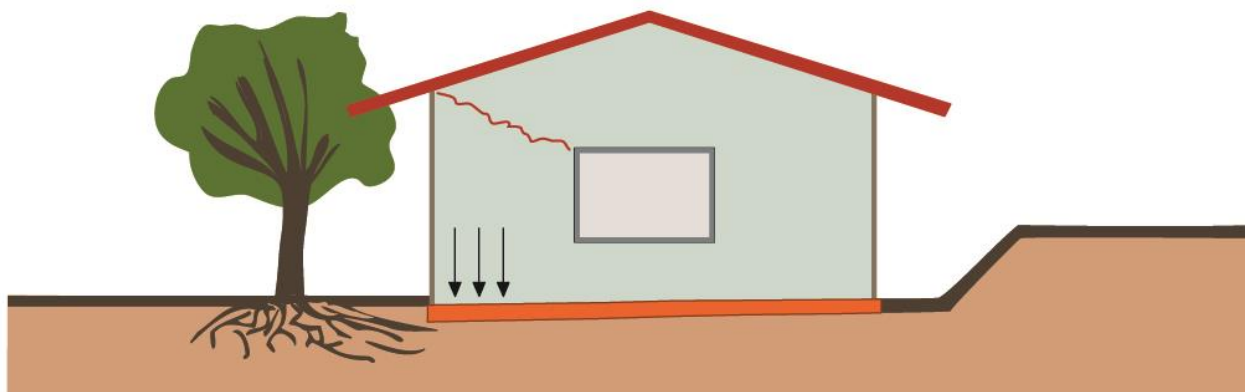

Figura 40: Recalque por solapamento de base de fundação
- 3) **Infiltrações**: a presença de água altera não somente a umidade na base da fundação, mas também pode carregar materiais do subsolo, levando ao **solapamento** da fundação (Figura 40). **Vegetação**, problemas de **drenagem pluvial** na superfície e **rompimento de tubulações** estão entre as principais causas.